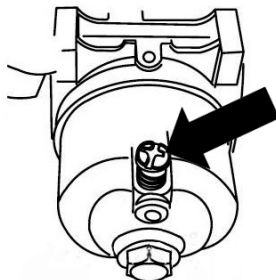

Рис. 17 Слив топлива с карбюратора
2. Выкрутите винт сливного отверстия (Рис. 17) на 2-3 оборота и слейте топливо из поплавковой камеры карбюратора.